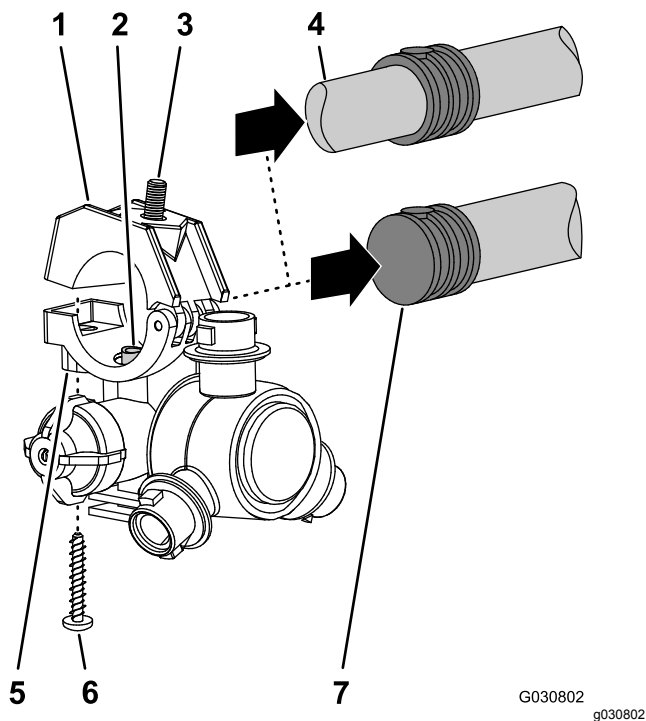

Figure 119
5. Avec les 8 buses de pulvérisation que vous avez retirées à l'opération 1, retirez les vis en acier inoxydable (n° 12 x 1-1/4") qui fixent les demi-colliers supérieurs et les anneaux cannelés simples ou doubles (3/4") sur le corps de chaque buse, et déposez les anneaux cannelés (Figure 119).